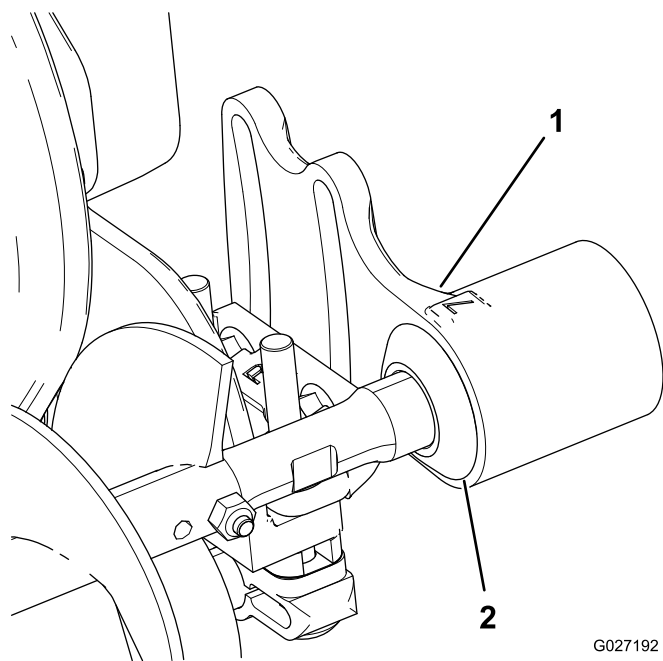

Рисунок 10
- Сдвиньте все защитные уплотнения наружу так, чтобы манжетные уплотнения слегка касались каждого корпуса подшипника (Рисунок 10).